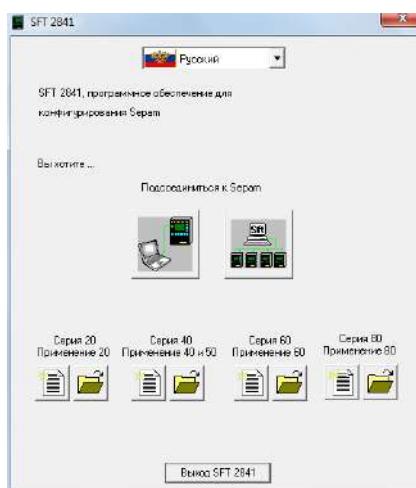

Рисунок 4.3 – Окно «SFT2841»
6. Запустить приложение SFT2841, в окне программы (рис. 4.3) нажать кнопку .